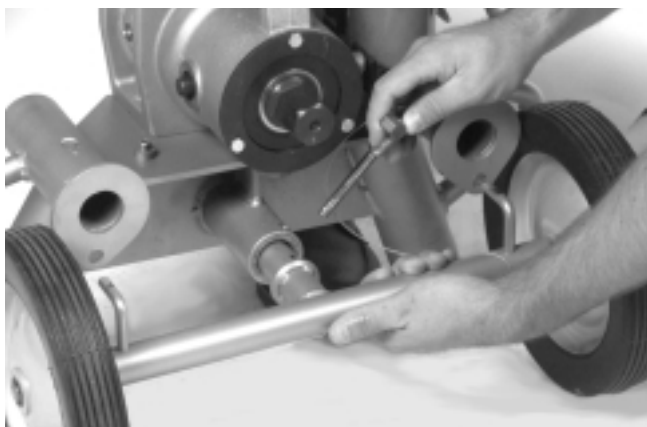

Figure 3 – Retrait de l'essieu de transport
1. Pour séparer la rainureuse de l'essieu de transport n° 32, retirez la goupille, puis retirez l'essieu (Figure 3).